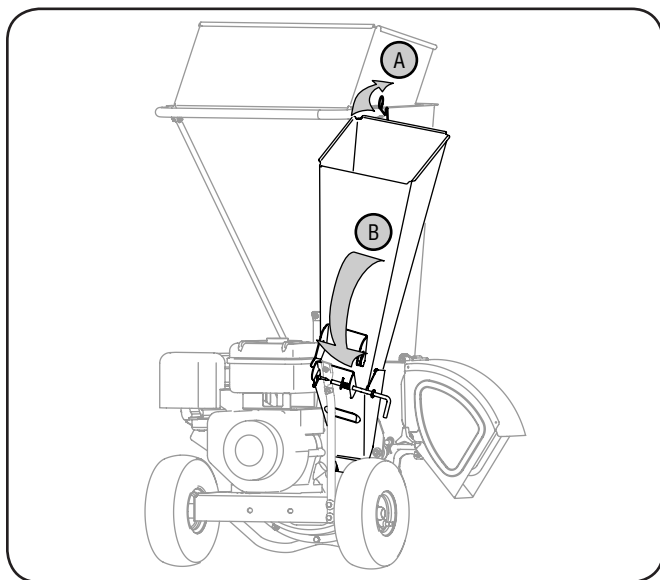

Figure 3-1
2. Suavemente gire la tolva chipper abajo hasta que esto haga clic en la vara de cerradura. Vea la Figure 3-1.